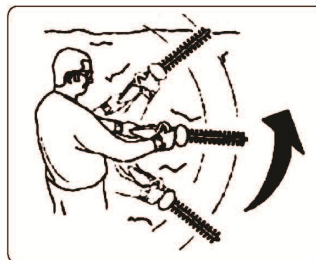

FIG. 39
**TAILLE LATÉRALE DES HAIES** —Commencez par le bas et balayez vers le haut. (Fig. 39)